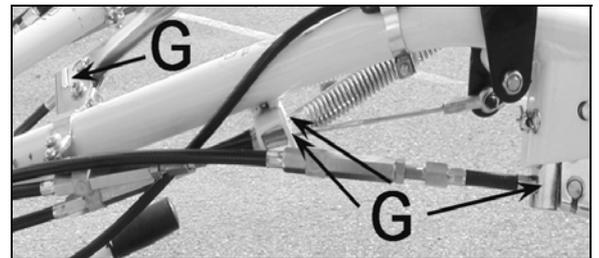

Figura 16
- Lubrificare cavi, perni, snodi leve di comando (G, figura 16) con olio fluido.